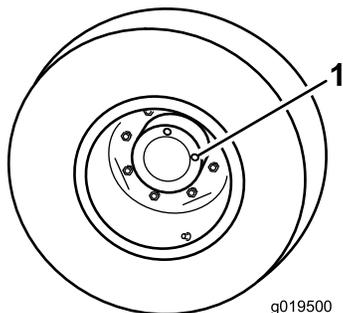

Figura 66
1. Con la macchina parcheggiata su terreno pianeggiante, posizionate la ruota in modo che un tappo di controllo (Figura 66) si trovi a ore 12 e l'altro a ore 3.
1. Tappo di controllo/spurgo (2)
2. Rimuovete il tappo a ore 3 (Figura 66).